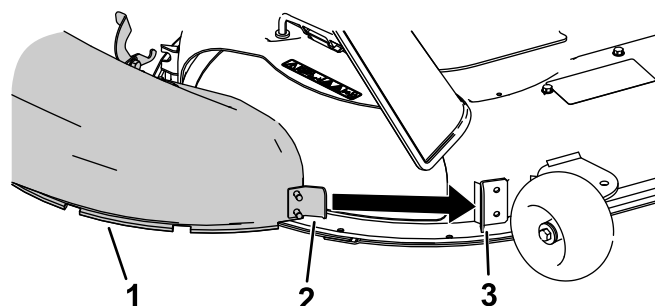

Figure 20
1. Inclinez la languette en métal sur la goulotte pour la faire rentrer dans la fente du support qui est soudé au plateau de coupe (Figure 20).